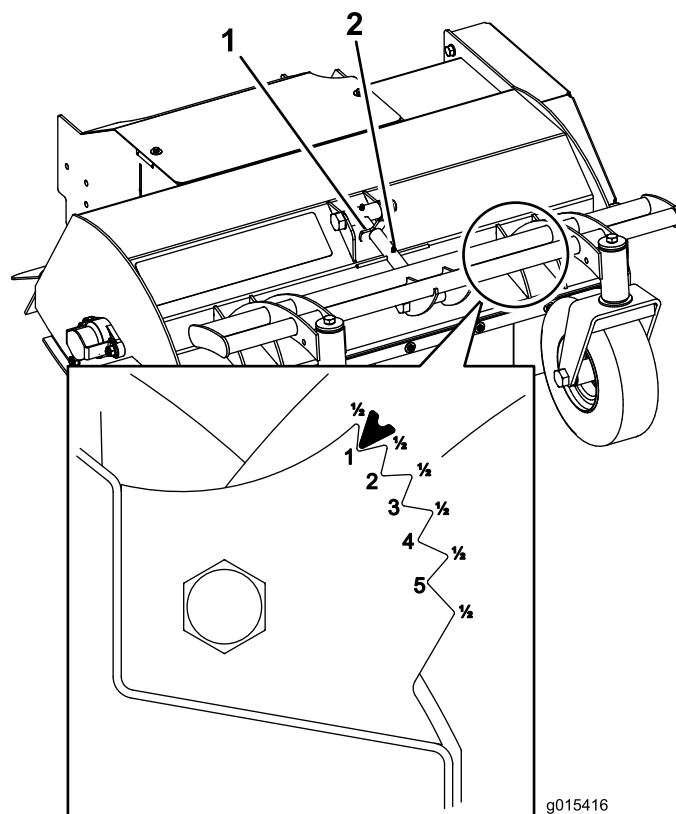

Bild 2
2. Wenden Sie sich zur Vorderseite des Mähwerks und lösen Sie die Spannschraubensperre (Bild 2).
- Drehen Sie die Spannschraube nach rechts, um die Schnitthöhe zu verringern und nach links, um die Schnitthöhe anzuheben, bis Sie die gewünschte Einstellung an der Schnitthöhenlehre erreicht haben (Bild 2).